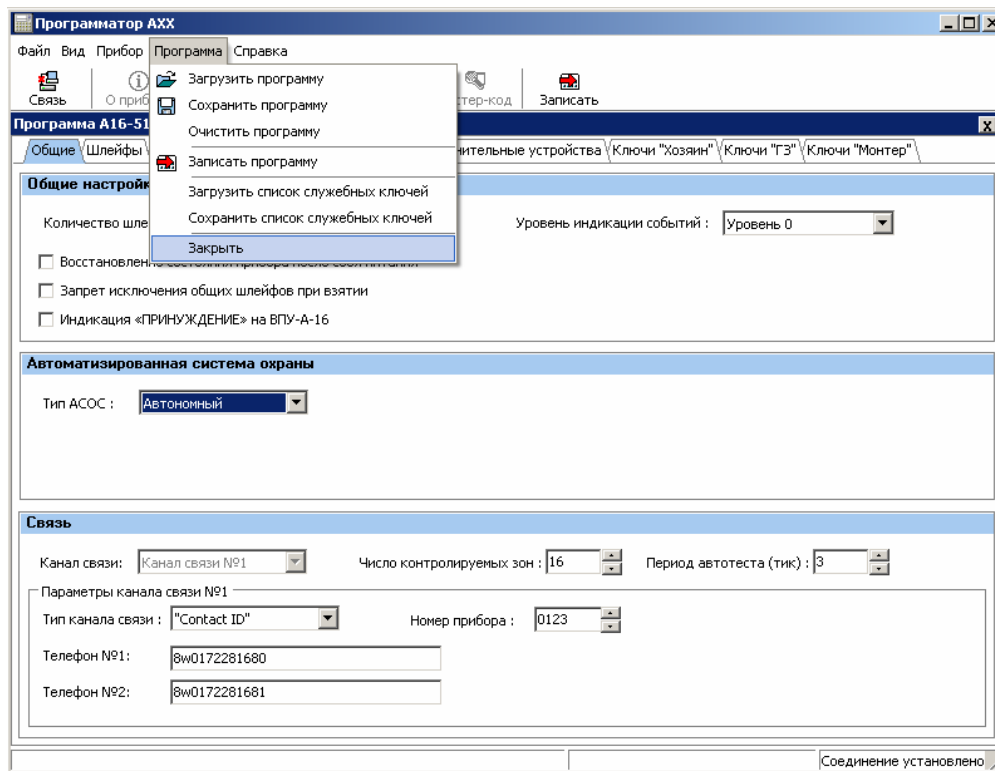

Рисунок 16 – Раздел главного меню «Программа»
2.3.2.5 Раздел главного меню «Программа» доступен в режиме программирования и предоставляет возможность пользователю выполнять определенные действия с программой устройства, рисунок 16. Раздел «Программа» одержит следующие пункты: